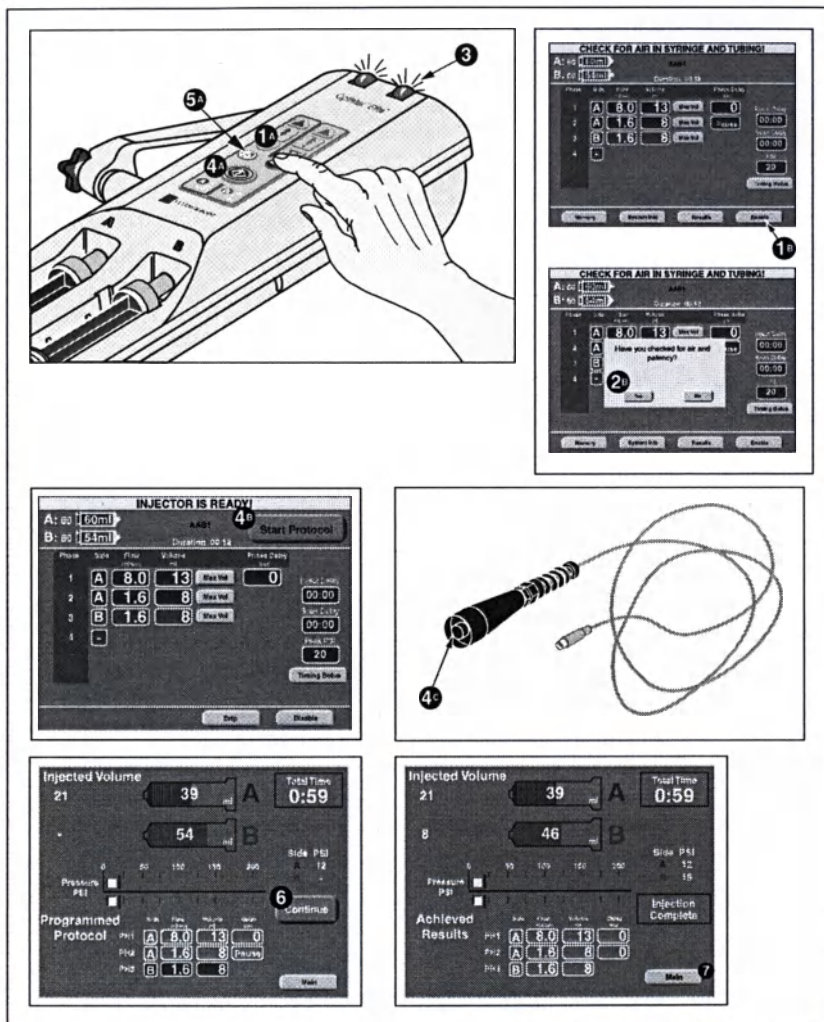

Рисунок 5-5-2 Выполнение основного протокола с паузой
- Для продолжения приостановленной инъекции нажмите клавишу [Continue] (продолжить)  (см. рисунок 5-5-2).